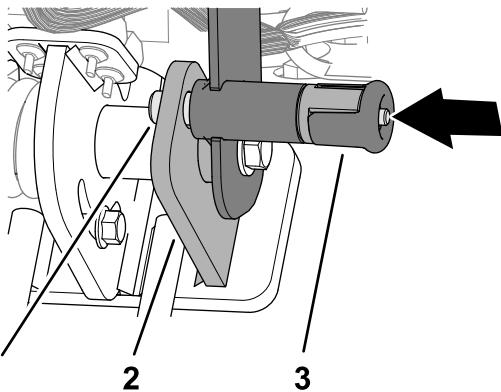

Bild 66
2. Achten Sie darauf, dass der Lenkerverriegelungsstift durch das Loch in der Rastplatte ragt (Bild 66).